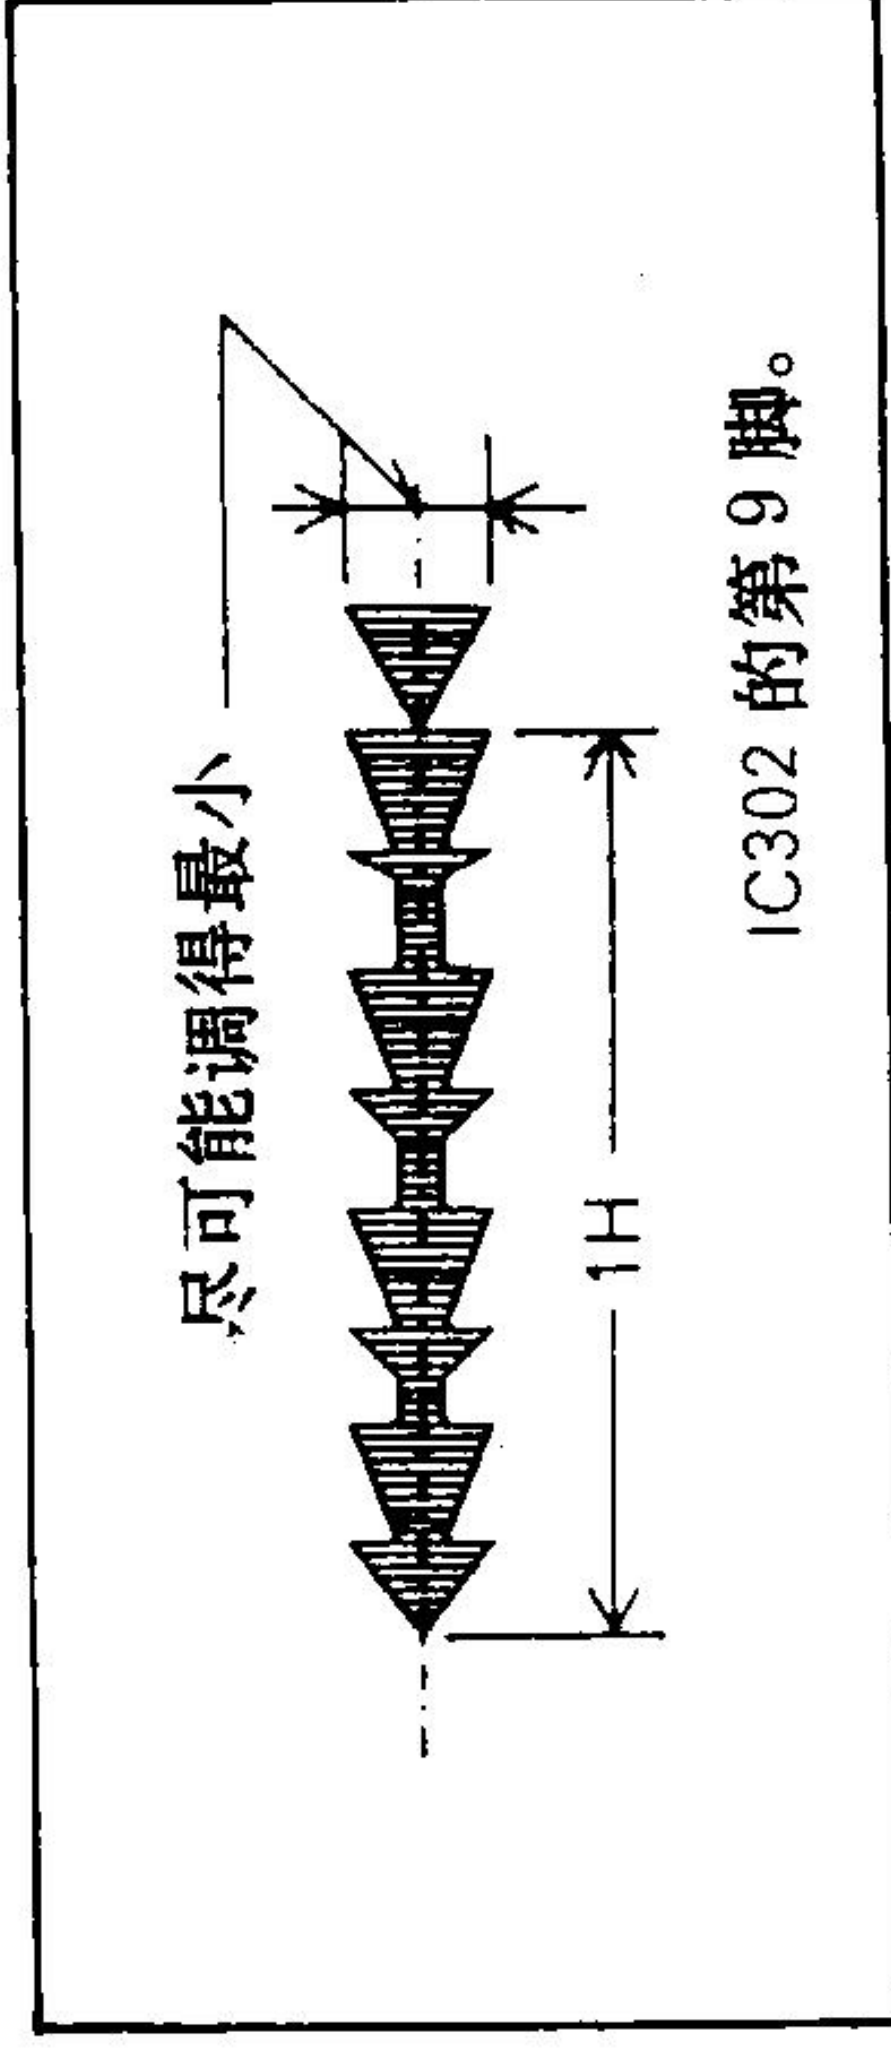

图 E9
3. 轮换调整 V R 801 和 V R 802, 使色度波形幅值为最小, 见图 E9。